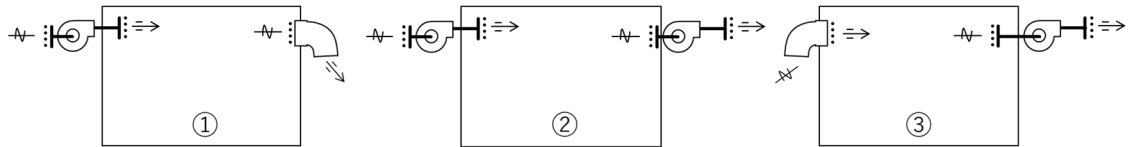

図 4-1
- (1) 図 4-1 に示す①～③は換気の形式を示している。これらの各形式の名称と換気上の特徴を説明せよ。